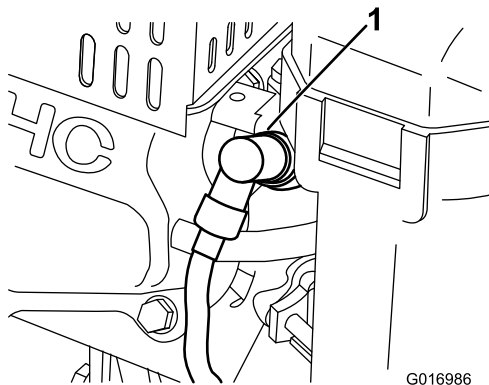

Figura 27
1. Retire el cable moldeado de la bujía (Figura 27).